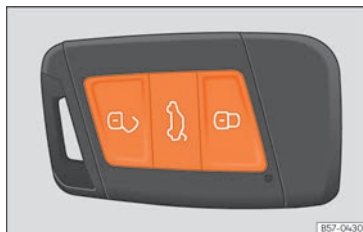

Fig. 50 Llave por control remoto: teclas.
- Bloquear: pulse el botón  » » **fig. 50.**